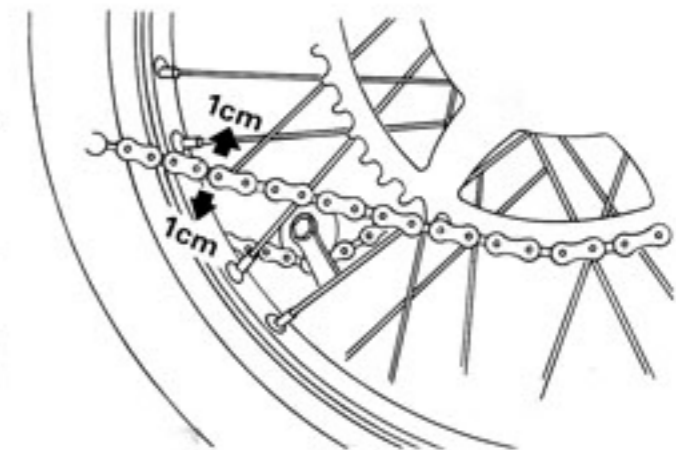

Fig. 5
- S'assurer en tournant la roue arrière qu'il n'existe pas de point dur (flèche = 1 cm, Fig. 5).